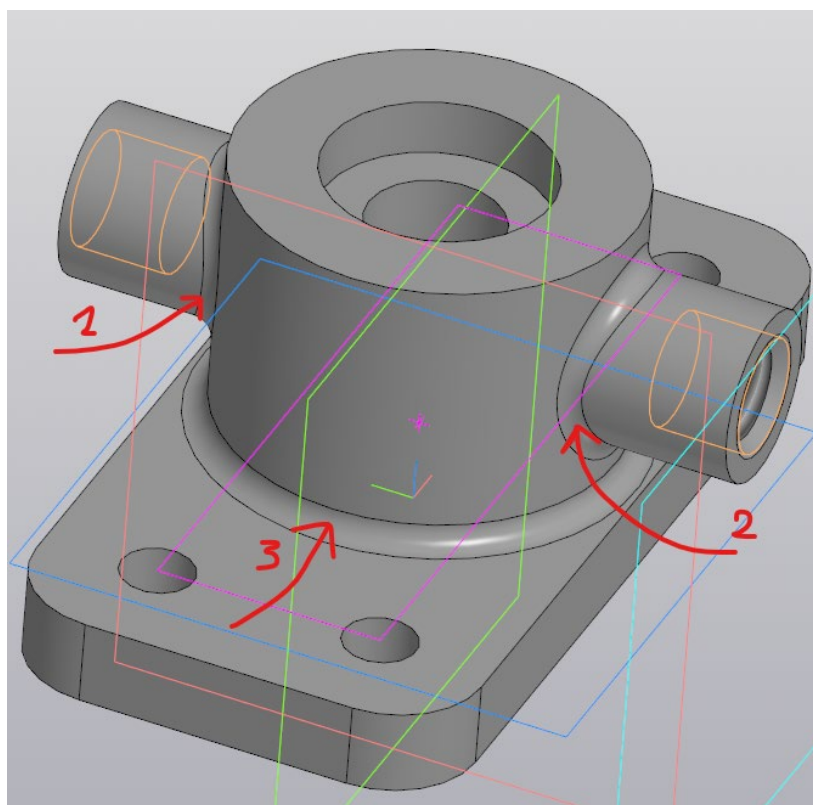

Рисунок 19 – Корпус с литейными радиусами
1.18 Добавьте литейные радиусы (скругления) в трех местах на корпусе размером 2 мм (рис. 19). Модель корпуса крана готова.